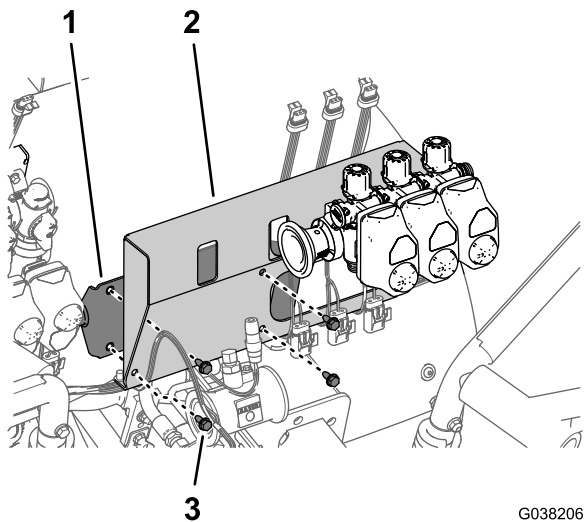

Figura 49
1. Alinee los 4 taladros del soporte de la válvula de sección con los 4 taladros de la pletina de montaje (Figura 49).
2. Conecte el soporte de la válvula de sección a la pletina de montaje (Figura 49) usando los 4 pernos con arandela prensada (5/16" x 3/4") que retiró en el paso 1 de [Retirada de las válvulas de sección de los brazos, las mangueras de alimentación y la pletina de montaje de la válvula de sección](#) (página 12).